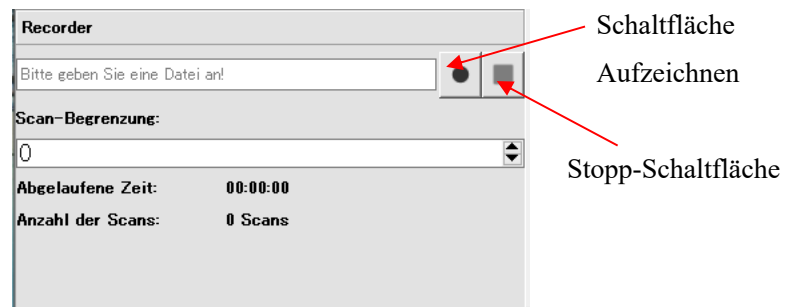

Abbildung 7-57(a) Fenster zur Datenaufzeichnung
Geben Sie die Anzahl der Scanvorgänge in das Feld Scanlimit (Abbildung 7-57) ein und klicken Sie auf die Schaltfläche Aufzeichnen. Die Datei wird durch die Anwendung automatisch erstellt nachdem Sie auf Speichern klicken. Ändern Sie den Dateinamen und den Zielordner, falls erforderlich. Die Datenaufzeichnung startet und stoppt automatisch, wenn der angegebene Scancount abgeschlossen ist. Klicken Sie auf die Schaltfläche Stopp, um die Aufzeichnung vor Erreichen des Scancounts zu beenden.
e) Klicken Sie auf „Ereignisaufzeichnung“, um die Daten unmittelbar vor und nach der Auslösung des OSSD-Signals in den AUS-Zustand aufzuzeichnen (Abbildung 7-57(b)).